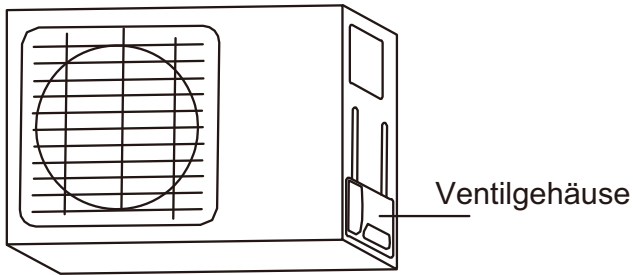

Abb. 5.9
1. Nehmen Sie den Deckel aus den Ventilen auf der Seite der Außeneinheit (Siehe **Abb. 5.9**)